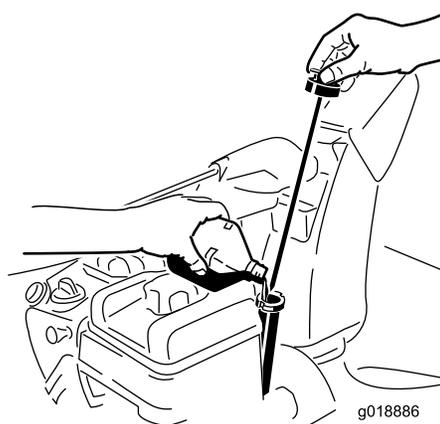

Figure 12
- Retirez la jauge et versez de l'huile **lentement** dans le goulot de remplissage pour faire monter le niveau de liquide jusqu'au repère du plein (Full) sur la jauge. **Ne remplissez pas excessivement** (Figure 12). Voir Contrôle du niveau d'huile moteur à la section Entretien.